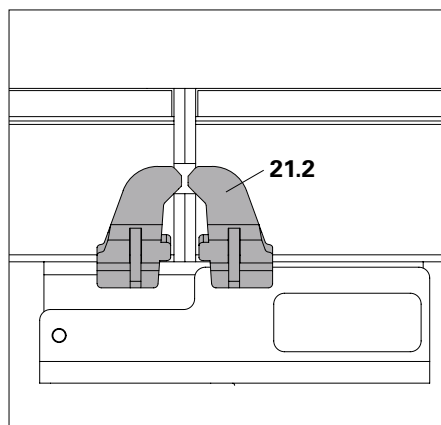

Fig. A4.05
2. Inserire le ganasce di serraggio (21.2) nel foro triangolare in corrispondenza del profilo di ancoraggio o profilo del telaio. (Fig. A4.05)